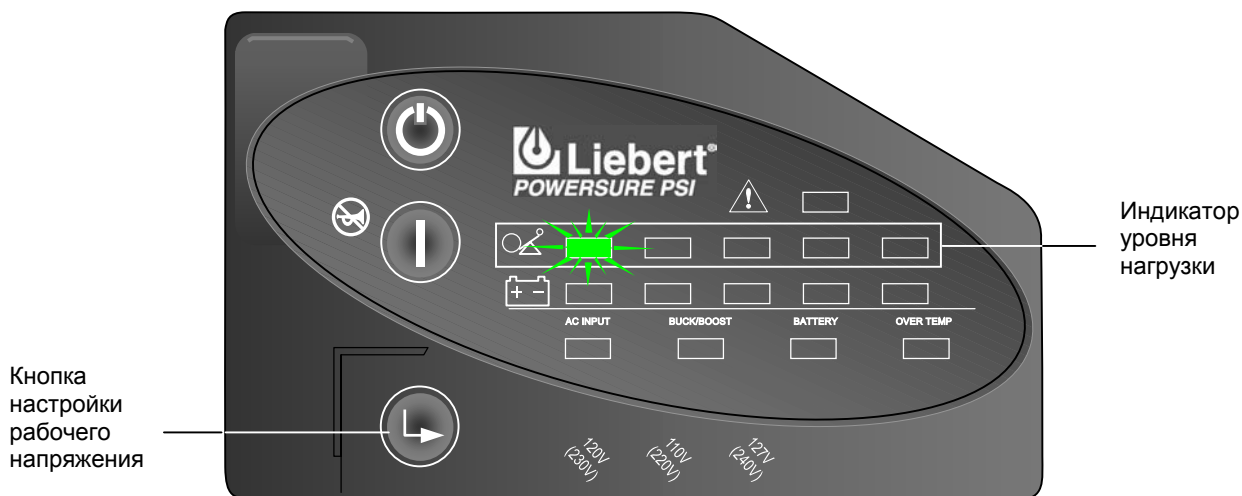

Рис. 17. Индикаторы уровня нагрузки.
4. Подержите кнопку установки рабочего напряжения в нажатом состоянии в течение не менее 5 сек., чтобы войти в режим настройки. ИБП подаст короткий звуковой сигнал, а все индикаторы светодиодной панели будут мигать в течение, примерно, 5 сек. После этого состояние индикаторов будет отображать текущую установку рабочего переменного напряжения – 220, 230 или 240 В. Будет мигать один из индикаторов нагрузки. Сначала будет мигать первый индикатор уровня нагрузки (0...25 %), что соответствует рабочему напряжению 230 В (рис. 17).